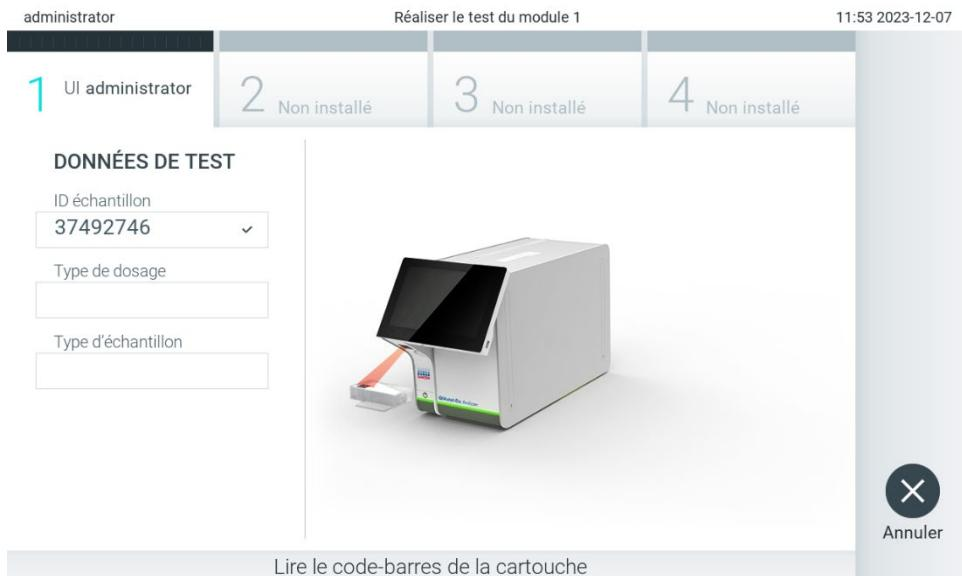

Figure 87. lecture du code-barres de la cartouche de dosage QIAstat-Dx.
4. Lorsque la commande de test a été récupérée depuis l'hôte, le message « Scan cartridge for assay <assay_name> and book order <order_number> » (Scanner la cartouche pour le dosage <assay_name> et la commande <order_number>) s'affiche. Scannez le code-barres de la cartouche de dosage QlAstat-Dx spécifiée (figure 87).